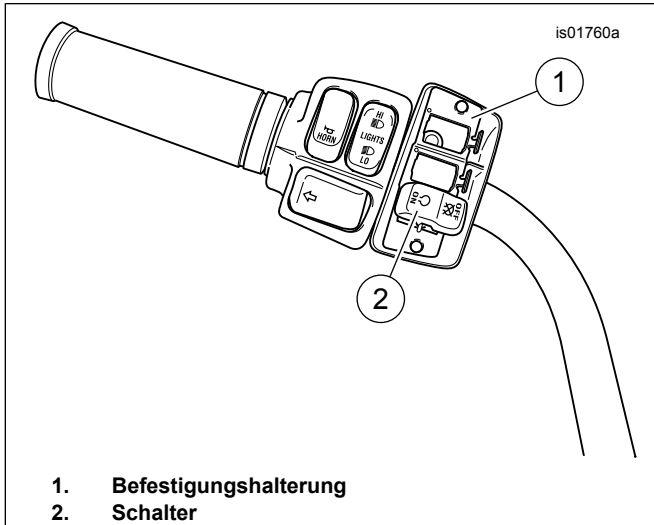

Abbildung 2. Zusatznebenverbraucher-Befestigungshalterung
- c. Siehe Abbildung 2. Die Schalterbefestigungshalterung gemeinsam mit den montierten Schaltern und Nebenverbrauchern aus dem Schaltergehäuse ausbauen. *Hinweis: Um die Schalterkappen zu ersetzen, muss der Schalter nicht aus der Befestigungshalterung ausgebaut und die Schalterverkabelung nicht abgeklemmt werden.*